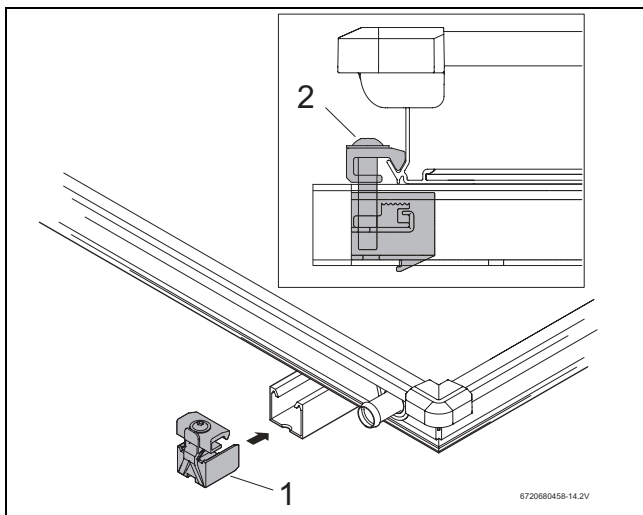

Fig. 44 Giunto di fissaggio unilaterale, lato sinistro
- Spingere i giunti di collegamento unilaterali (fig. 44, [1]) nelle guide profilate superiore e inferiore.
- Spingere il giunto di collegamento fino al profilo inferiore del collettore e avvitare con la chiave SW 5 (fig. 44, [2]).